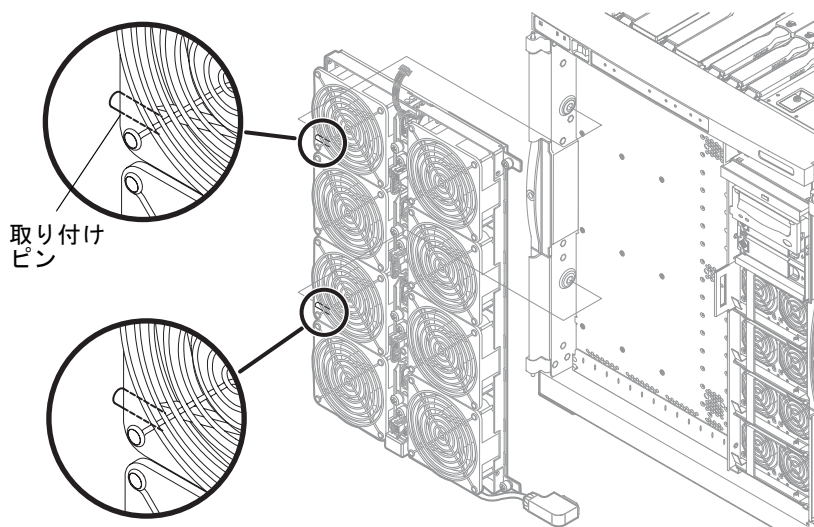

図 6-7 ファントレーの取り外し
8. トレーを少し右に引いて、取り付けピンを外します (図 6-7)。